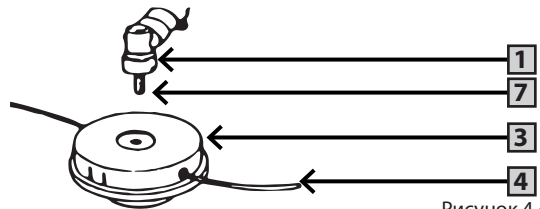

Рисунок 4.4
- 2 Зафиксируйте вал от проворачивания с помощью ключа (11), закрутите кассету с леской (3) (рис. 4.4.) против часовой стрелки до упора.